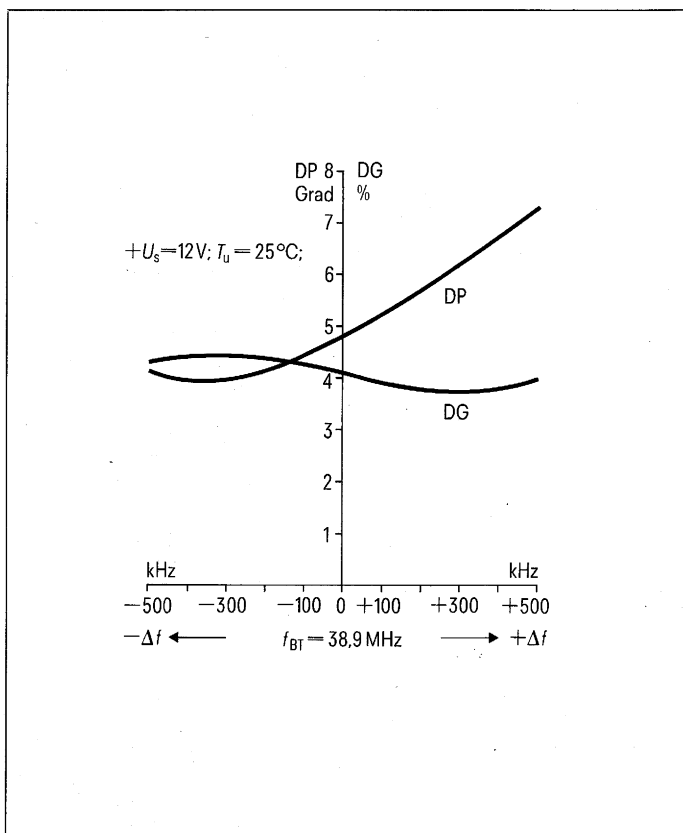

Bild 2 Differentielle Phase DP und differentielle Verstärkung DG als Funktion der Bildträgerverstimmung für alle neuen Bild-ZF-Bausteine
- Dank der neuartigen Trägereaufbereitung des nachfolgenden Demodulators beträgt die differentielle Phase typisch nur noch 6° und die differentielle Amplitude 4,5%, auch bei einer Bildträger-ZF-Verstimmung von +200 bis -500 kHz, s. Bild 2.